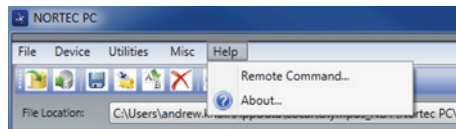

Abbildung 6-16 Auswahl von Remote Command
- ◆ Wählen Sie im Menü **Help** die Zeile **Remote Command** aus (siehe Abbildung 6-16 auf Seite 334).